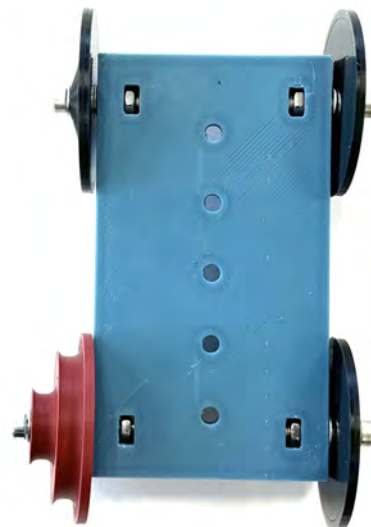

Abb. 6: Die Räder sollten nicht (viel) wackeln aber auch nicht reiben. Justiert dies vorsichtig mit der Schraube.
- (4) Wiederholt den Schritt für die übrigen Räder (Abbildung 6).